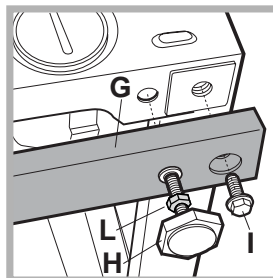

Fig. 11
le 2 traverse (G); i 4 piedini (H); le 4 viti (I); i 4 dadi (L), quindi agire come segue (**fig. 11**):